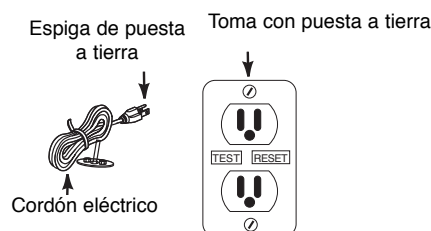

Figura 1
- La bomba debe conectarse a una toma con puesta a tierra que incluya un interruptor de circuito de tierra accidental (GFCI) (Figura 1).